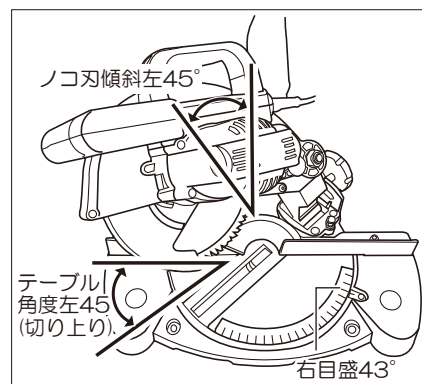

図28
- 傾斜角度45度の切断では、テーブルの角度を右目盛り43度(約)の位置に合わせて固定してください。(図28参照)